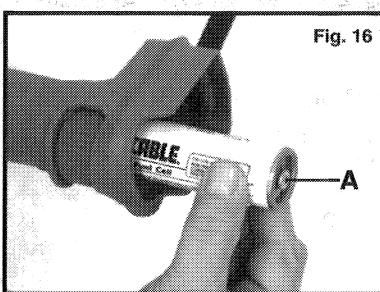

Fig. 16
- Deslice la célula de combustible al interior del mango de la herramienta (ver la Fig. 16). **NOTA:** Un extremo de la célula de combustible está equipado con una válvula de distribución (A), Fig. 16. La válvula de distribución DEBE estar orientada hacia el regulador.